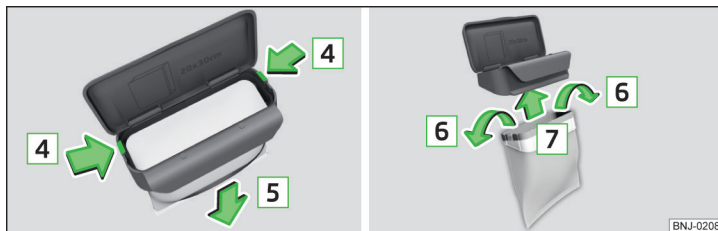

Fig. 94 Sustituir bolsa
- » Presionar ambos ganchos de retención en el marco en el sentido de la flecha **4** » fig. 94.